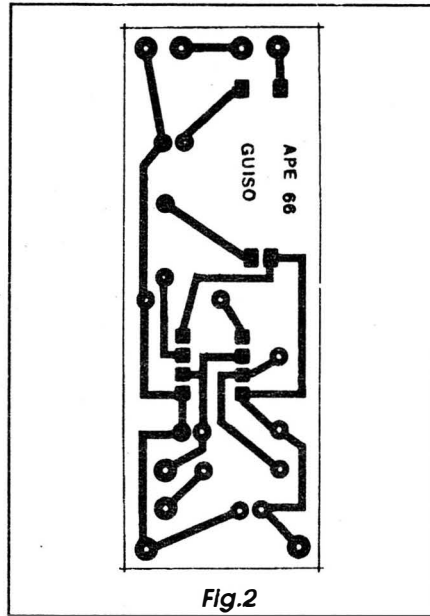

Fig.2
- **FIG. 2 - LAY OUT DO CIRCUITO IMPRESSO ESPECÍFICO** - Devido à presença de um verdadeiro acoplador óptico sobre a placa (improvisado com o LED e o LDR, confrontando respectivamente sua *cabeça* luminosa e sua face sensora...), esta teve que ficar um pouco alongada, mas, ainda assim, compacta em suas dimensões finais... De qualquer modo, o *layout* é simples, como mostra o diagrama das áreas cobreadas (em **preto**), cujo desenho está em tamanho natural (escala 1:1), podendo ser diretamente *carbonado* para servir de base à traçagem... Recomenda-se o uso de decalques na traçagem, para melhor acabamento e para um resultado elétrico e esteticamente profissional... Os métodos de confecção, acabamento e preparação do impresso já foram exaustivamente explicados (inclusive com detalhes, em antigas edições de **APE** e de **ABC...**) devendo o leitor/hobbysta procurar tais subsídios *na fonte* (ou, se estiver *chegando agora à turma*, providenciar a rápida aquisição dos exemplares anteriores da Revista, compondo a sua Coleção, autêntica e imprescindível fonte de consultas permanentes...). De qualquer modo, as únicas recomendações nessa fase da realização do **GUIISO** são: muita atenção e... consultar as **INSTRUÇÕES GERAIS PARA AS MONTAGENS** (seção permanente de **APE**, justamente para auxílio dos eventuais começantes...).